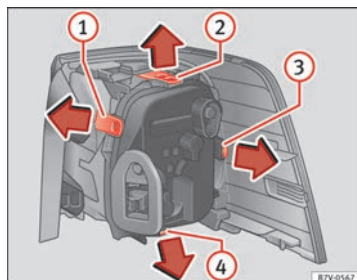

Fig. 215 Fanale posteriore sulla carrozzeria: Smontare il portalampada, da ① a ④; linguette di bloccaggio.
9.	Per sbloccare il portalamпада, premere le linguette di bloccaggio da ⇒ fig. 215 ① a ④ nella direzione indicata dalla freccia.